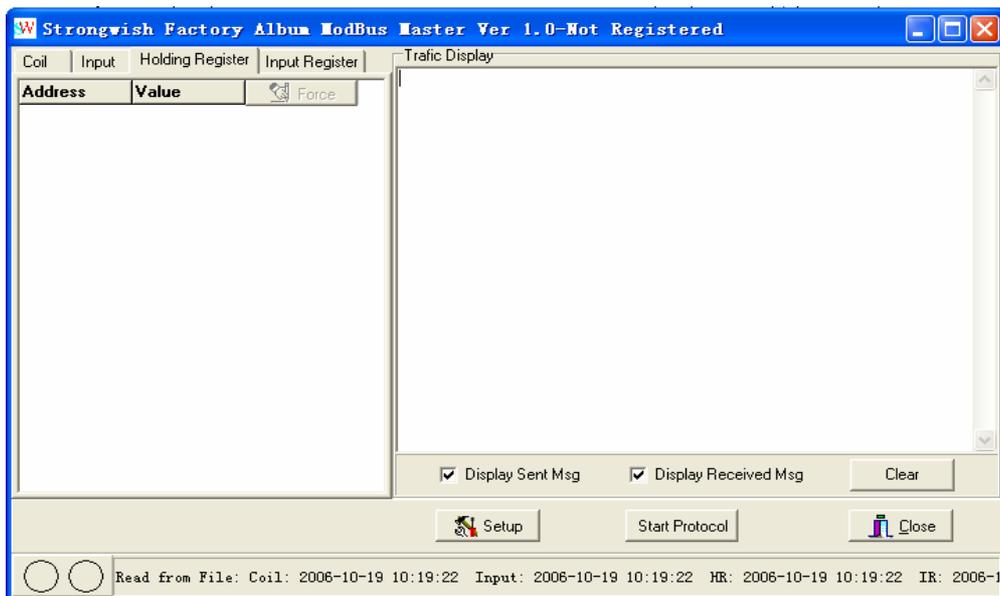

图 6-1 Modbus 通讯界面
1. 双击 MODBUS 的文件夹，打开后有两个文件夹，一个为 master，一个为 slave，打开 master 文件夹，点击“SW”标记的应用程序，弹出如图 6-1 所示界面。